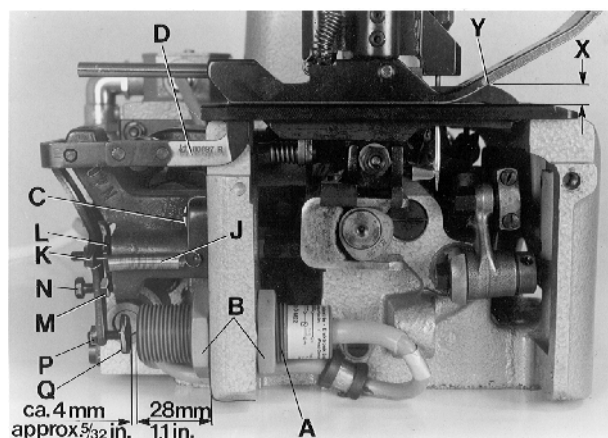
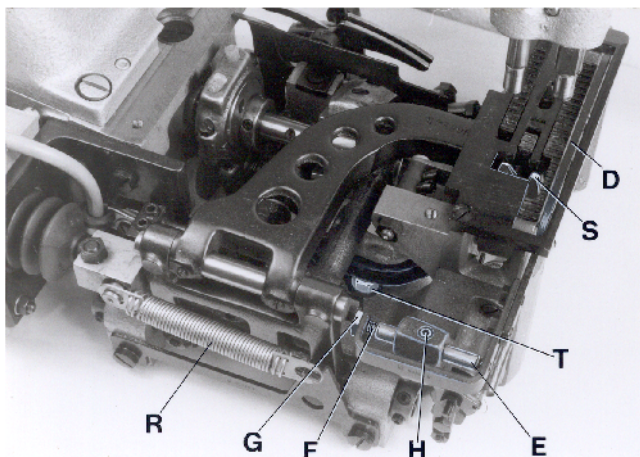

Fig. 14
Fig. 15
Remove cloth plate and left end cover. Mount the electronic proximity switch (A, Fig. 14) to the dimension of 28 mm (1.1"), as shown in Fig. 14.
The feeler (D, Figs. 14 and 15) is adjusted initially with the two fastening screws (C, Fig. 14) for the feeler support bracket.
The feeler (D, Figs. 14 and 15) should not have any lateral play but should turn readily. For this, adjust the centering shaft (E, Fig. 15) with centering screw (F) and lock nut (G) accordingly.
Loosen screw (H, Fig. 15) and center the feeler (D) in the throat plate and presser foot slot, by moving the centering shaft (E) laterally. The feeler must turn readily. Retighten screw (H).
Hang in tension spring (J, Fig. 14).
The feeler should be set as high as possible. The dimension (X, Fig. 14) between upper throat plate surface and upper edge of feeler at the bag entrance zone, should not be less than 7 mm (.270") on styles 80800R, RL, S and SL, and not less than 7.5 mm (.295") on styles 80800TL, TAL, U, UA, UL and UAL.
For adjustment loosen nut (K, Fig. 14) and turn-off screw (L), so that the head of screw does not contact the magnet in the feeler support bracket. Loosen nut (M) and turn the feeler stop screw (N) in or out, as required, to adjust the correct feeler height.
NOTE: When the presser foot rests on the throat plate (feed dog below throat plate), the distance between upper edge of feeler and lower edge of the feeler slot cut-out in the presser foot (see Y, Fig. 14) should be approx. 1 mm (.040") on styles 80800R, RL, S and SL, and approx. 2 mm (.080") on styles 80800TL, TAL, U, UA, UL and UAL.
Secure the set feeler height with lock nut (M, Fig. 14).
Entfernen Sie die Stoffplatte und das linke Abschlußblech. Montieren Sie den elektronischen Annäherungsschalter (A, Fig. 14), wie in Fig. 14 gezeigt, auf das Maß 28 mm.
Mit den beiden Befestigungsschrauben (C, Fig. 14) für den Taster-Lagerbock wird der Taster (D, Fig. 15 und 15) vorläufig ausgerichtet.
Der Taster (D, Fig. 15 und 15) darf kein seitliches Spiel haben, muß sich aber ganz leicht drehen. Stellen Sie dazu die Zentrierachse (E, Fig. 15) mit dem Zentrierstift (F) und die Zentrierachse (E, Fig. 15) mit dem Zentrierstift (F) und der Kontermutter (G) entsprechend ein.
Lösen Sie die Schraube (H, Fig. 15) und vermitteln Sie den Taster (D) durch seitliches Verschieben der Zentrierachse (E) im Stichplatten- und Drückerfußschlitz. Der Taster muß sich frei bewegen können. Ziehen Sie die Schraube (H) wieder an.
Hängen Sie die Zugfeder (J, Fig. 14) ein.
Der Taster soll so hoch wie möglich eingestellt sein. Das Maß (X, Fig. 14) zwischen Stichplattenoberfläche und Tasteroberkante in der Sackeinlaufzone darf bei den Maschinen 80800R, RL, S und SL nicht kleiner als 7 mm und bei den Maschinen 80800TL, TAL, U, UA, UL und UAL nicht kleiner als 7,5 mm sein.
Zur Einstellung lösen Sie die Mutter (K, Fig. 14) und drehen die Schraube (L) soweit zurück, daß der Schraubenkopf den Magneten im Taster-Lagerbock nicht berühren kann. Lösen Sie die Mutter (M) und drehen Sie die Taster-Anschlagschraube (N) entsprechend ein oder aus bis die richtige Tasterhöhe erreicht ist.
BEACHTEN SIE: Wenn der Drückerfuß auf der Stichplatte aufliegt (Transporteur unter der Stichplatte), soll zwischen Oberkante Taster und Unterkante Tasteraussparung im Drückerfuß (siehe Y, Fig. 14) bei den Maschinen 80800R, RL, S und SL ein Abstand von etwa 1 mm und bei den Maschinen 80800 TL, TAL, U, UA und UAL ein Abstand von etwa 2 mm sein. Sichern Sie die eingestellte Tasterhöhe durch Kontern der Mutter (M, Fig. 14).
The switching pressure on the feeler is set with screw (K, Fig. 14).
NOTE: The closer the head of screw (K, Fig. 14) to the magnet the higher the switching pressure on the feeler. Secure the position of screw (K) with lock nut (L).
The electrical switching point of the proximity switch (A, Fig. 14) is determined by screw (Q, Fig. 14). The distance between screw head and the face of the proximity switch is approx. 4 mm (5/32") (see Fig. 14), when the feeler is in home position. This distance of 4 mm (5/32") is not exactly the same for all switches. Connect the machine electrically. With feeler in home position set the proper switching point as follows:
Loosen nut (P, Fig. 14). Turn screw (Q) away from switch, until the switch switches on. Then turn screw (Q) slowly towards the switch, until the switch switches off. Now turn screw (Q) a further 1/2 turn towards the switch. Secure this position of screw (Q) with lock nut (P).
When the solenoid on styles 80800R and S or the air cylinder on styles 80800RL and SL for the chain cutter (S, Fig. 15) is not activated and the chain cutter is in its home position below the throat plate, the knife tips of the chain cutter (S) should be positioned 0.5 mm (.020") below the throat plate top surface.
To obtain this setting, adjust the knife lever stop screw with lock nut (T, Fig. 15) in the bottom of the bed casting accordingly. The slotted thread end of screw (T) is accessible from the bottom of the bed casting for adjustment.
In cutting position, above the throat plate, the cutting edges of the chain cutter (S, Fig. 15) should overlap by 0.3 mm (.012") to assure a proper thread chain cutting.
On styles 80800R and S with solenoid operated chain cutter the core of solenoid (C, Fig. 16) must rest firmly on the solenoid (D) while adjusting the overlapping of the knife cutting edges of the chain cutter. Unhook pull-back spring (R, Fig. 15) and press the solenoid rod against the solenoid until the core of solenoid (C, Fig. 16) butts on the solenoid (D). Loosen nut (A, Fig. 16) and move clamp (B) on the solenoid rod to the left or right, until the cutting edges overlap approx. 0.3 mm (.012"). Retighten nut (A) and replace pull-back spring (R, Fig. 15).
Der Schalldruck am Taster wird mit der Schraube (K, Fig. 14) eingestellt.
BEACHTEN SIE: Je näher der Schraubenkopf der Schraube (K, Fig. 14) am Magneten ist, umso höher ist der Schalldruck am Taster. Sichern Sie die Stellung der Schraube (K) durch Kontern der Mutter (L).
Mit der Schraube (Q, Fig. 14) wird der elektrische Schaltpunkt des Annäherungsschalters (A, Fig. 14) bestimmt. Der Abstand zwischen Schraubenkopf und Stirnfläche des Annäherungsschalters beträgt in Ruhestellung des Tasters etwa 4 mm (siehe Fig. 14). Dieser Abstand von 4 mm ist nicht bei allen Schaltern genau gleich. Schließen Sie die Maschine elektrisch an. Der genaue Schaltpunkt wird in Ruhestellung des Tasters wie folgt eingestellt: Lösen Sie die Mutter (P, Fig. 14). Drehen Sie die Schraube (Q) vom Schalter weg bis der Schalter einschaltet. Dann drehen Sie die Schraube (Q) langsam zum Schalter hin, bis der Schalter ausschaltet. Drehen Sie dann die Schraube (Q) noch 1/2 Umdrehung weiter zum Schalter hin. Sichern Sie die Stellung der Schraube (Q) durch Kontern der Mutter (P).
Wenn der Elektromagnet bei den Maschinen 80800R und S, oder der Luftzylinder bei den Maschinen 80800RL und SL für die Kettenschere (S, Fig. 15) nicht aktiviert ist und die Kettenschere in ihre Ausgangslage unter der Stichplatte ist, sollen die obersten Messerkanten der Kettenschere (S) etwa 0,5 mm unter der Stichplattenoberfläche stehen.
Stellen Sie dazu die Messerhebel-Anschlagschraube mit Kontermutter (T, Fig. 15) unten im Gehäuseguß entsprechend ein. Das geschlitzte Gewindeende der Schraube (T) ist zur Einstellung von der Unterseite des Gehäuses aus zugänglich.